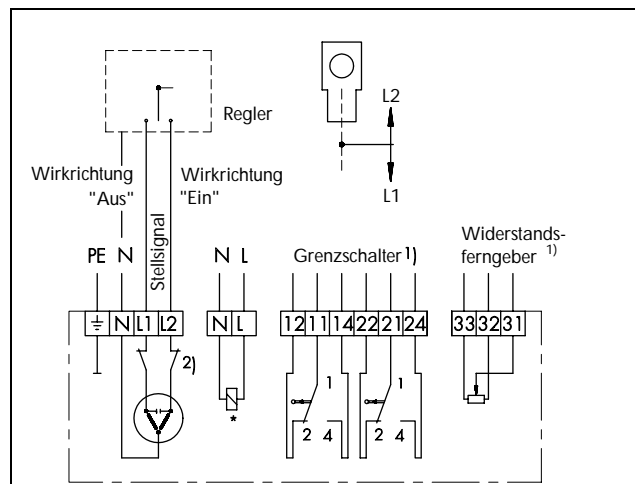

Bild 8 · Schaltbild zu Stellantrieben ohne Stellungsregler
Bild 8 zeigt das Anschlußbild der Stellantriebe ohne Stellungsregler. Die Stellsignale des Reglers sind mit den Anschlüssen L1 und L2 verbunden. Liegt an L2 eine Spannung an, so zieht der Stellmotor die Antriebsstange (4) oder das Gestänge (5) in Wirkrichtung "Ein" (in den Antrieb hinein). Liegt dagegen am Anschluß L1 das Stellsignal an, so wird das Gestänge bzw. die Antriebsstange nach unten, d.h. in Wirkrichtung "Aus" verschoben.